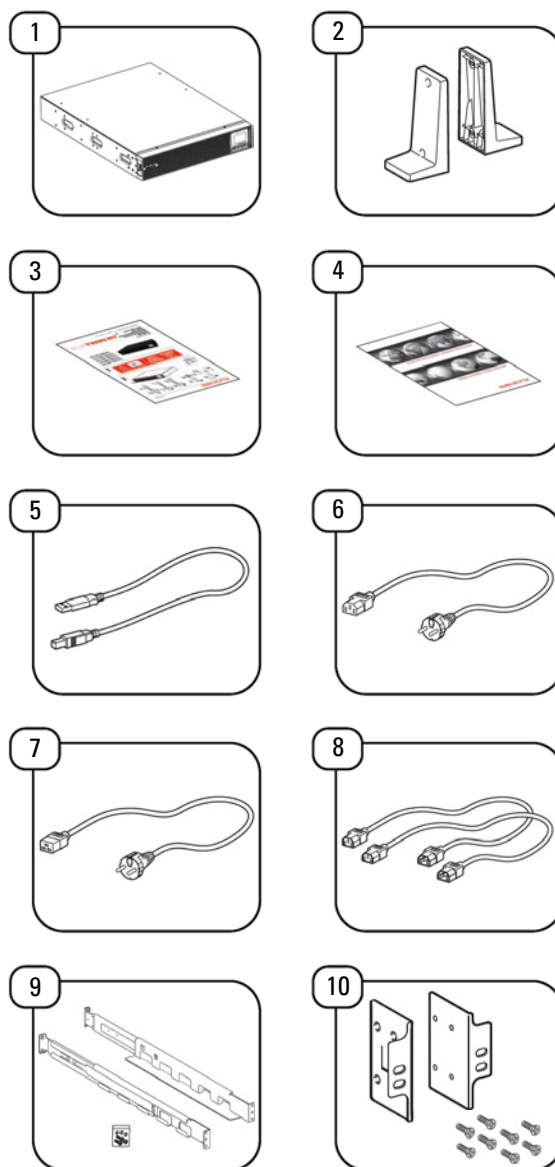

Fig. 8. Composants fournis dans la boîte d'emballage.
1. Fixez les deux ailettes sur chacun des côtés de l'onduleur à l'aide des vis fournies, en respectant leur sens. (élément 10 Fig. 8)
Connectez le câble d'entrée fourni avec l'onduleur au connecteur d'entrée de celui-ci (élément 6/7 Fig. 8).